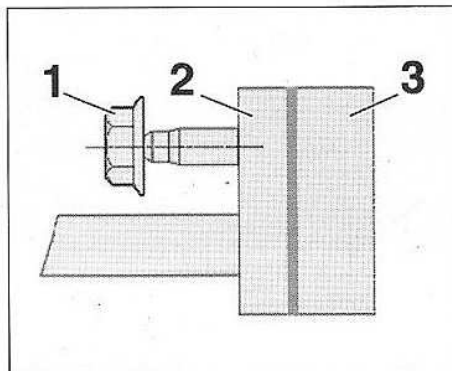

FIG.9
- Les brides de canalisations (2) doivent être en appui sur le condenseur (3) avant le serrage des écrous (1) (Fig.9).